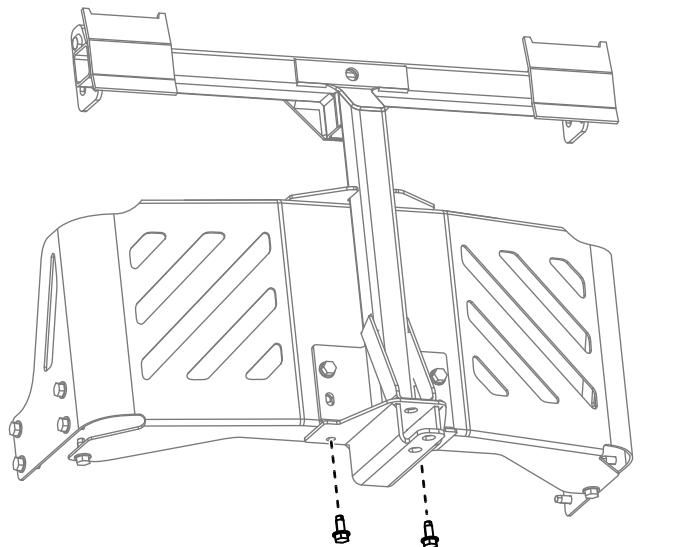

Bild 12
3. Befestigen Sie den Drehrahmen mit zwei Blechschrauben (5/16" x 3/4") an der Unterseite des Maschinenrahmens, wie in Bild 12 abgebildet.